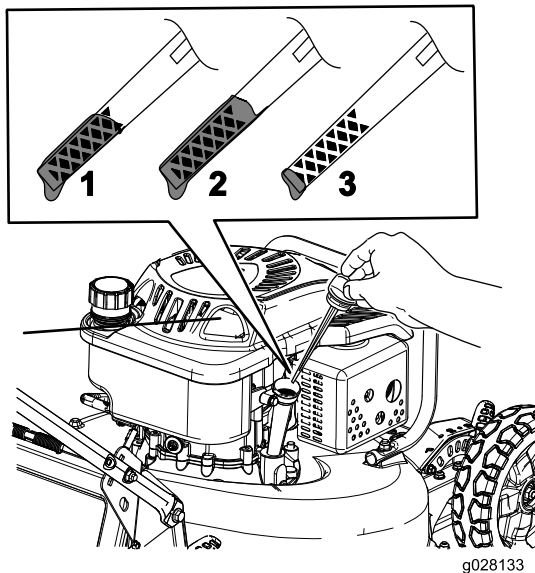

Figura 23
9. Retire la varilla y compruebe el nivel de aceite en la misma (Figura 23).